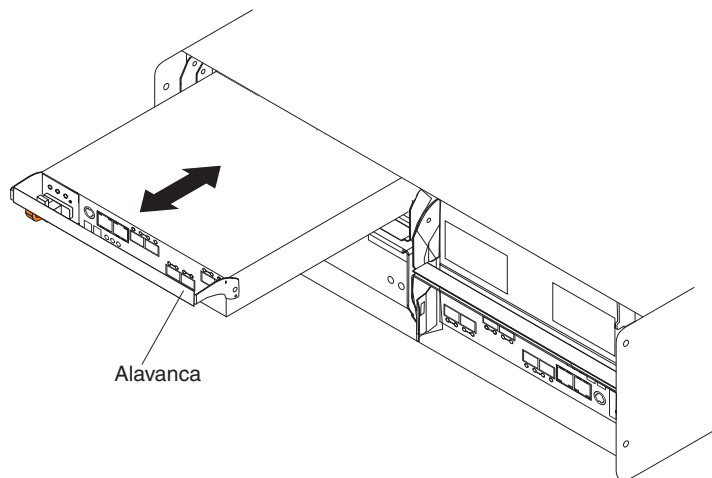

Figura 77. Removendo um Controlador do DS5020
9. Puxe lentamente a alavanca para fora do chassi para remover o controlador do compartimento. Utilize as duas mãos ao liberar as alavancas do controlador. A Figura 77 mostra o controlador sendo deslizado do chassi do subsistema de armazenamento.